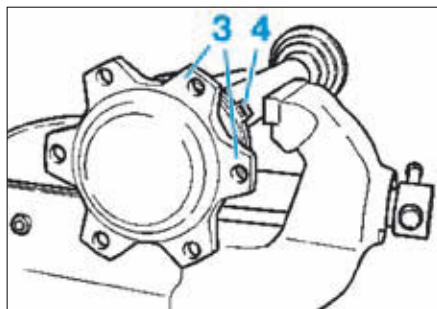

FIG. 12
Afin de pouvoir plus facilement insérer les vis de la transmission sur l'arbre de sortie de la boîte, l'œillet de serrage du collier doit se trouver entre les brides de fixation (3) et (4) du joint (Fig.12).